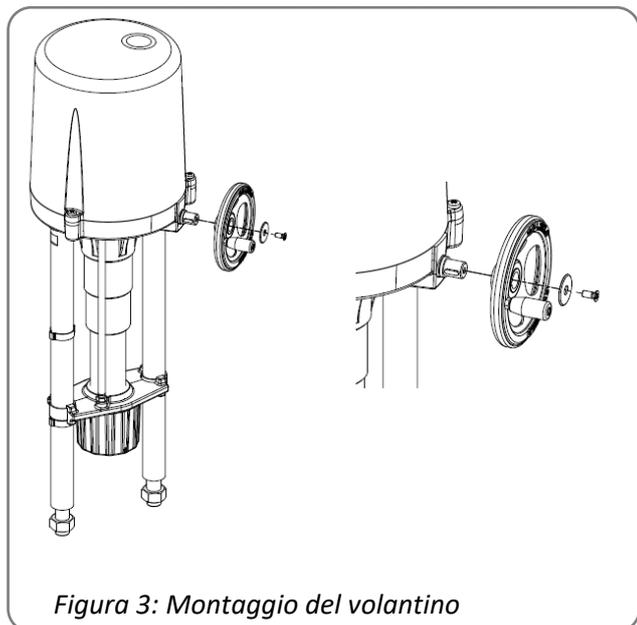

Figura 3: Montaggio del volantino
Gli attuatori vengono forniti con un volantino allentato al fine di azionare l'attuatore in caso di mancanza di alimentazione o durante le operazioni di installazione, quali il montaggio su una valvola o l'impostazione delle posizioni di finecorsa. Montare il volantino come indicato in figura 3.
- Verificare se il foro del giunto (figura 3) si inserisce nello stelo della valvola. Eventualmente, riforare e/o rifilettare.